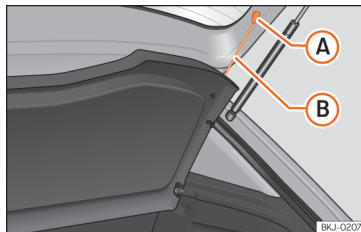

Fig. 137 Na bagageira: desmontar e montar a chapeleira.
- Desengate os tirantes de fixação »» **Fig. 137** **B** dos alojamentos **A**.
- Engate os tirantes de fixação »» **Fig. 137** **B** na porta da bagageira.